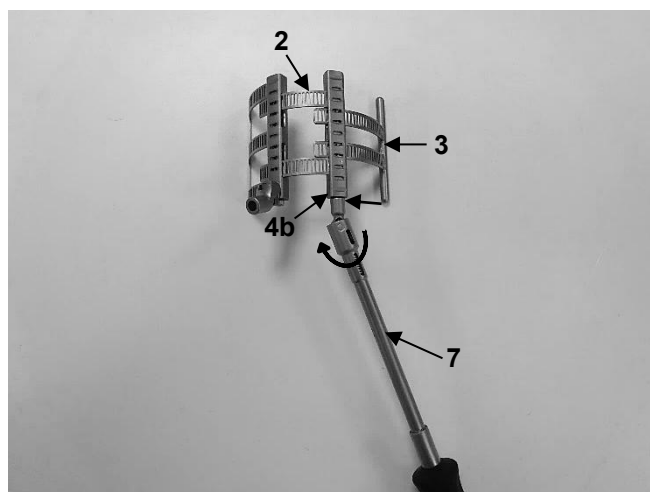

Fig. 18
2. Inserire quindi l'elemento secondario (3) nell'elemento primario (2) e inserirlo con l'apposito cacciavite (7). A tal fine, ruotare in senso antiorario il meccanismo di trasporto sul modulo a scatola dell'elemento primario (4b) utilizzando il cacciavite (7) (Fig. 18).